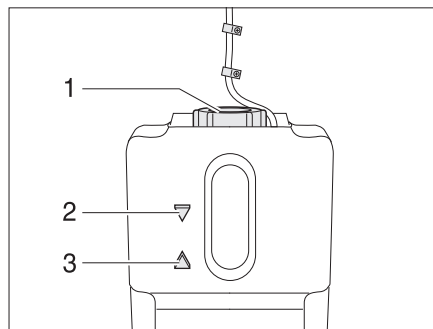

Fig. 287 Vase d'expansion pour le chauffage à eau chaude
- Contrôler si le liquide se trouve entre les marques "MIN" (Fig. 287,3) et "MAX" (Fig. 287,2) sur le vase d'expansion (Fig. 287).
- Ouvrir le bouchon du vase d'expansion (Fig. 287,1).